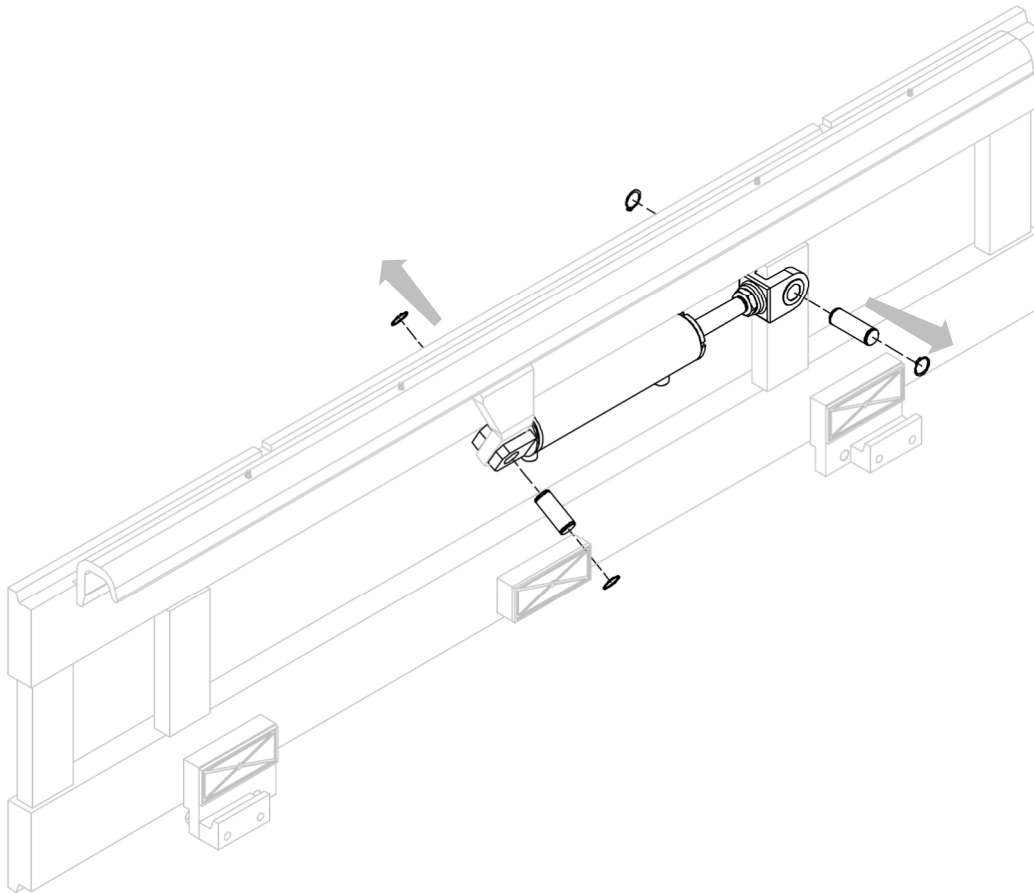

Figure 21
4. Retirer les pivots (avec leurs anneaux élastiques) qui bloquent le vérin (voir *Figure 21*).